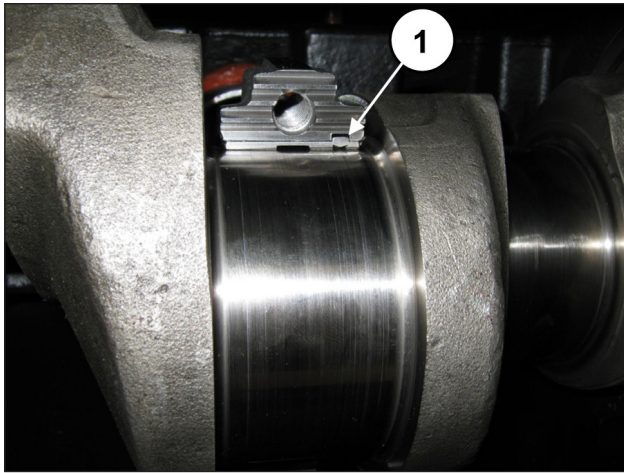

Fig. 66
Para uma montagem correta dos semi-rolamentos, verifique se a lingueta de referência dos semi-rolamentos está posicionada na compartimento apropriado na semi-biela (pos. ①, Fig. 66).